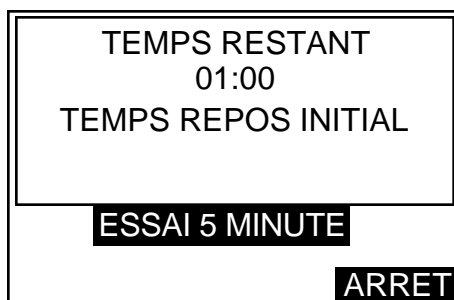

Figure 31. Ecran d'affichage du temps de repos initial.
2. Lorsque vous appuyez sur la touche DE PART, l'écran de la Figure 31 apparaît.
2. Lorsque vous appuyez sur la touche DEPART, l'ESSAI 1 se déclenche. L'affichage illustré à la Figure 31 apparaît. Il indique que le temps de repos initial a été enclenché et le temps restant vient s'inscrire en minutes et secondes.
2. Une pression sur la touche DEPART enclenche l'ESSAI 1 et l'écran de la Figure 31 apparaît. Cet écran indique que le temps de repos initial de 2 minutes 20 secondes a été enclenché et le temps restant vient s'inscrire. Dès que le temps de repos initial s'est écoulé, la tension d'essai élevée est automatiquement mise en circuit et envoyée à l'échantillon. Un écran identique à la Figure 32 apparaît.
2. Lorsque vous appuyez sur la touche DEPART, l'ESSAI 1 est enclenché et l'écran de la Figure 31 apparaît. Si vous l'avez sélectionné, l'agitateur se met en route et continue de tourner pendant toute